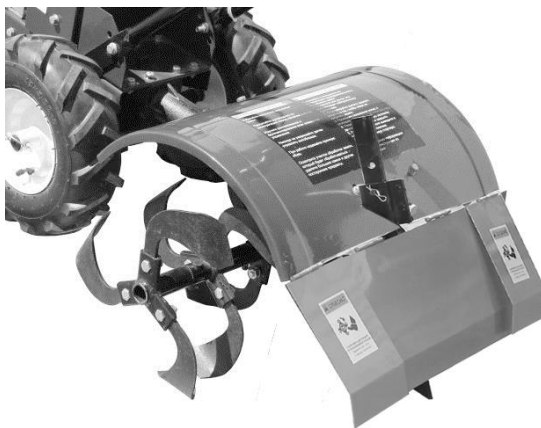

Рисунок 4.7 Кожух ґрунтофрези
11. Притулити захисне крило до місця кріплення так, щоб збіглися всі чотири отвори, наживити раніше відкладені болти М13, надівши на них плоскі і пружинні шайби, і надійно закрутити їх (див. Рисунок 4.7.)